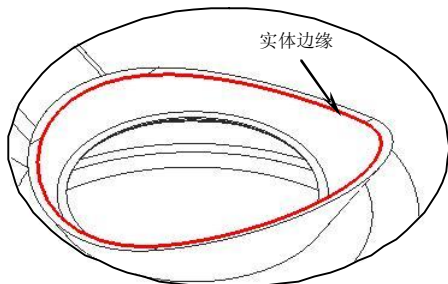
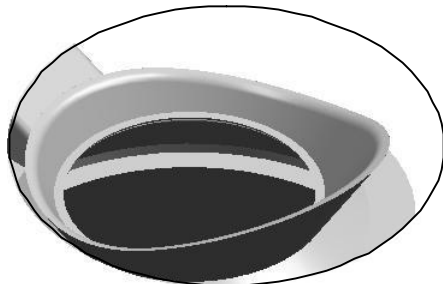

图4-35
图4-36
29. 使用边倒圆功能创建圆角特征。选择图 4-35 所示的实体边缘，然后设置圆角半径为“3”，结果如图 4-36 所示。